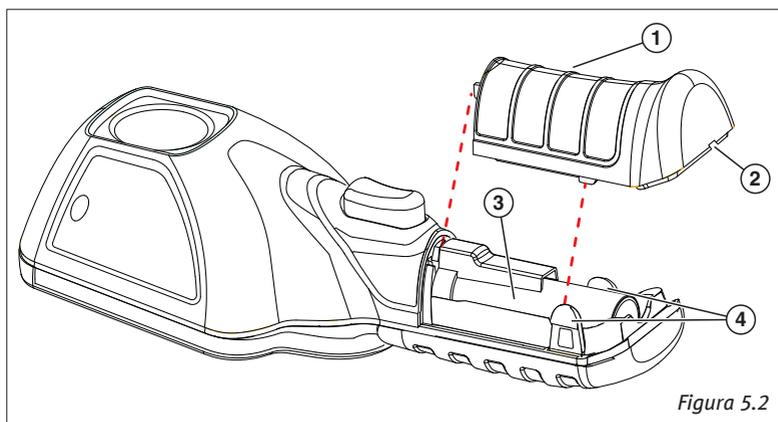

Figura 5.2
1. Insira a extremidade de uma pequena chave de fenda na abertura na parte traseira da tampa do compartimento da bateria e puxe-a cuidadosamente para cima para removê-la (Figura 5.2).